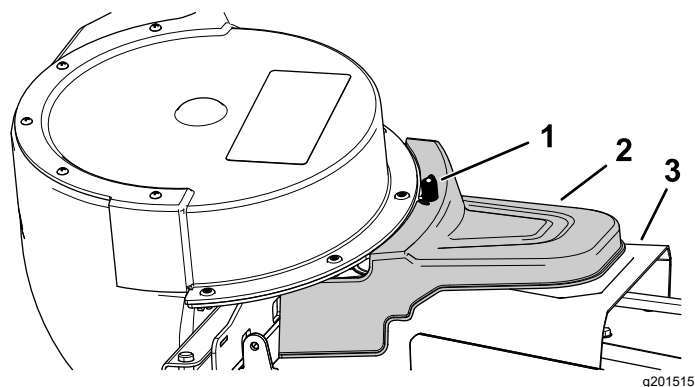

Figure 27
5. Placez le couvercle du système de ramassage assisté par dessus le protège-courroie, et fixez-le en serrant les boutons (Figure 27).